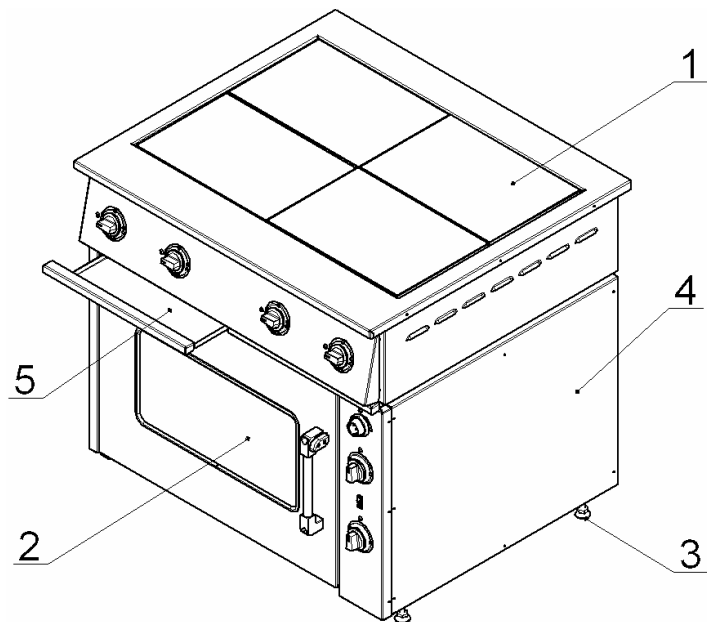
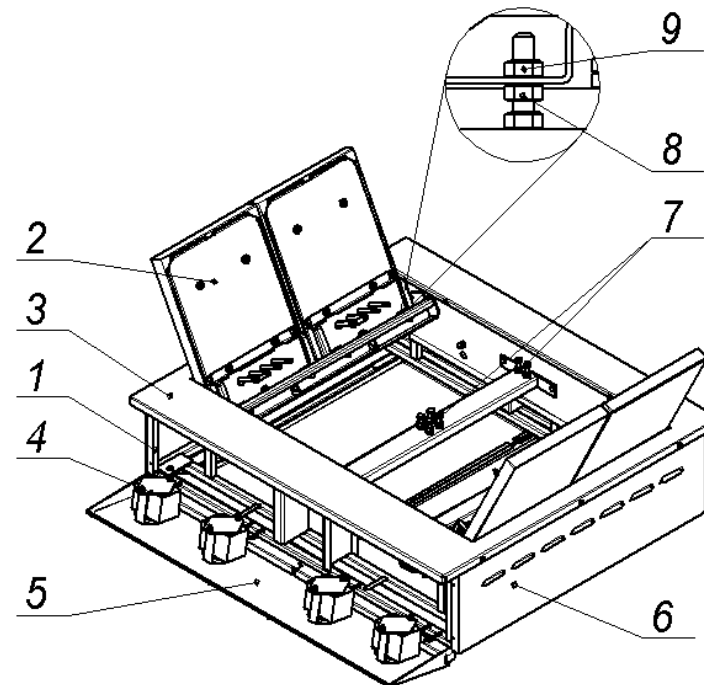
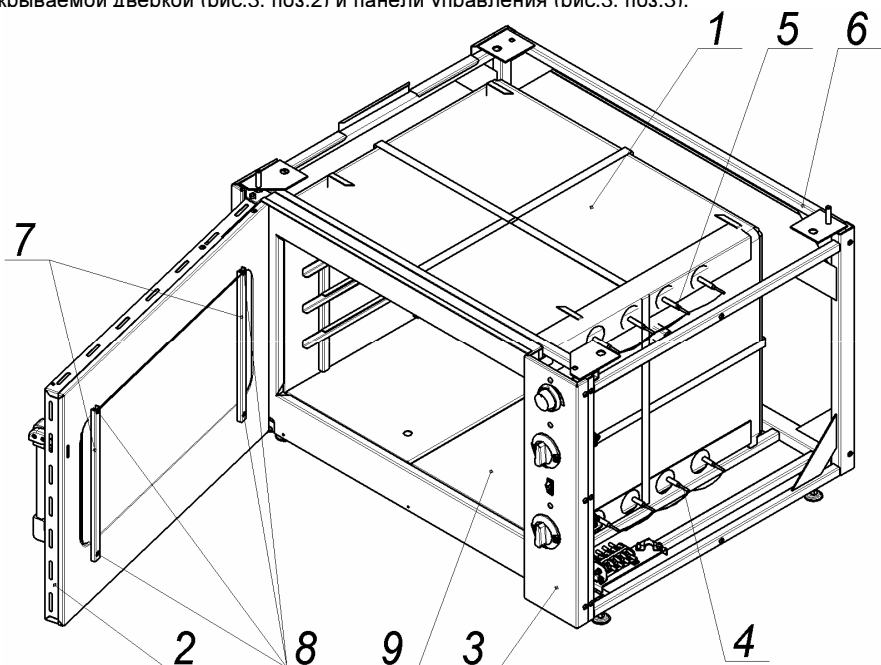
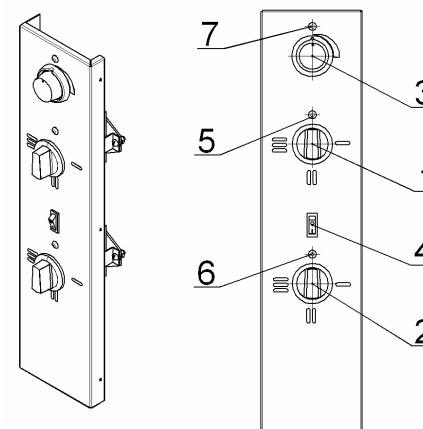

Рис.1
Рис. 2
Рис.3
Рис.4
Чтобы открыть приборную панель плиты, необходимо вынуть выдвижные поддоны (см. рис.1) и вывернуть винты крепления панели к каркасу плиты.
4.3 Собственно плита (рис.2) установлена на жарочный шкаф (рис.1. поз.2) и состоит из каркаса (поз.1), с закрепленными на нём конфорками (поз. 2), столом (поз.3), облицовочными (поз.6) и приборной панелью (поз.5).
4.3.3 Для обслуживания и санитарной уборки, плита оборудована (см. рис.1) выдвижными поддонами (поз.5), так же обеспечен (см. рис.2) свободный доступ к внутренним поверхностям плиты:
4.4 Жарочный шкаф состоит из тепловой (рабочей) камеры (рис.3 поз.1), закрываемой дверкой (рис.3. поз.2) и панели управления (рис.3. поз.3).
- Снять панель управления (рис.3, поз.3) или снять правую облицовочную панель (рис.1, поз.4);
- Снять панель управления (рис.3, поз.3) или правую облицовочную панель (рис.1, поз.4);
4.5 Приборы управления и светосигнальная арматура размещены (рис.4) на панели управления (рис.3 поз.3), которая расположена с правой стороны шкафа.
4.5.1 Ступенчатое регулирование мощности верхних и нижних ТЭНов осуществляется установкой ручек переключателей (поз.1 и 2) в фиксированные положения, обозначенные на панели управления символами I, II и III, что соответствует режимам нагрева ТЭНов: слабый, средний и сильный. При этом, мощность ТЭНов изменяется следующим образом: 0,75 – 1,5 – 3,0 кВт. Отключение ТЭНов производится установкой ручек переключателей в положение «0» (напротив сигнальных ламп рис.4, поз.5 и 6).
Установка и автоматическое поддержание необходимой температуры (от 50 до 300°С) в камере осуществляется терморегулятором (рис.4, поз.3).
Переключатели верхних и нижних ТЭНов, а также терморегулятор снабжены сигнальными лампами (рис.4, поз.5, 6 и 7).
7.4 Установите (по часовой стрелке) лимбом терморегулятора (рис.4, поз.3) температуру в камере шкафа, предусмотренную технологией приготовления продукта (должна загореться сигнальная лампа рис.4. поз.7).
7.5 Установите ручки переключателей (рис.4, поз.1 и 2) верхних и нижних ТЭНов в положения I, II или III (должны загореться сигнальные лампы рис.4, поз.5 и 6).
7.7 Для визуального контроля состояния приготавливаемых в камере продуктов, при закрытой дверке, включите клавишей (рис.4, поз.4) лампу подсветки камеры.